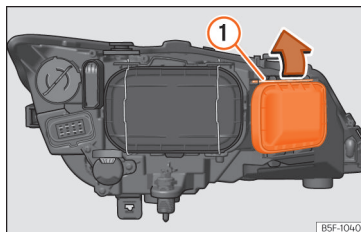

Abb. 57 Glühlampe für Blinklicht
- Die Strebe » Abb. 57 ① in Pfeilrichtung verschieben und den Deckel abnehmen.